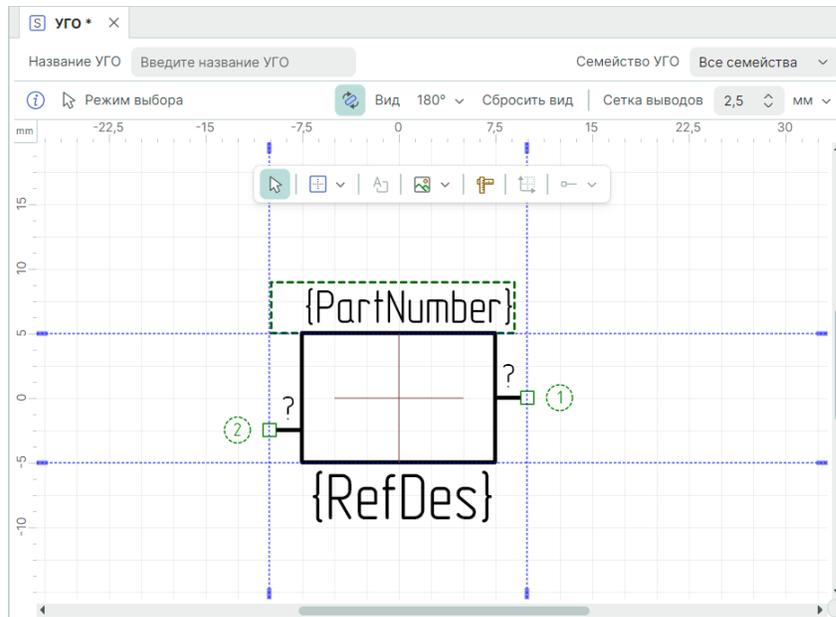

Рис. 198 Настройка параметров графики и атрибутов для отличного от базового представления (при повороте на 180°)
6. Переключитесь на следующее выбранное представление (например, «180°») и настройте графику УГО и атрибуты, см. Рис. 198.